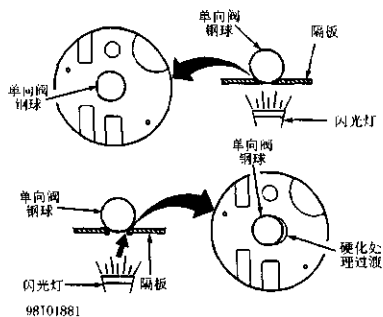

图 2-94 检查隔板是否过度硬化
① 检查控制阀隔是否油孔堵塞，密封表面损坏，滤网/密封圈总成堵塞或损坏，每次检查隔板的单向阀座是否过激敲击。在每个阀座上放一个单向阀。手电筒检查单向阀和阀座之间是否透光（图 2-94）。如果单向阀和阀座之间透光，则更换隔板。